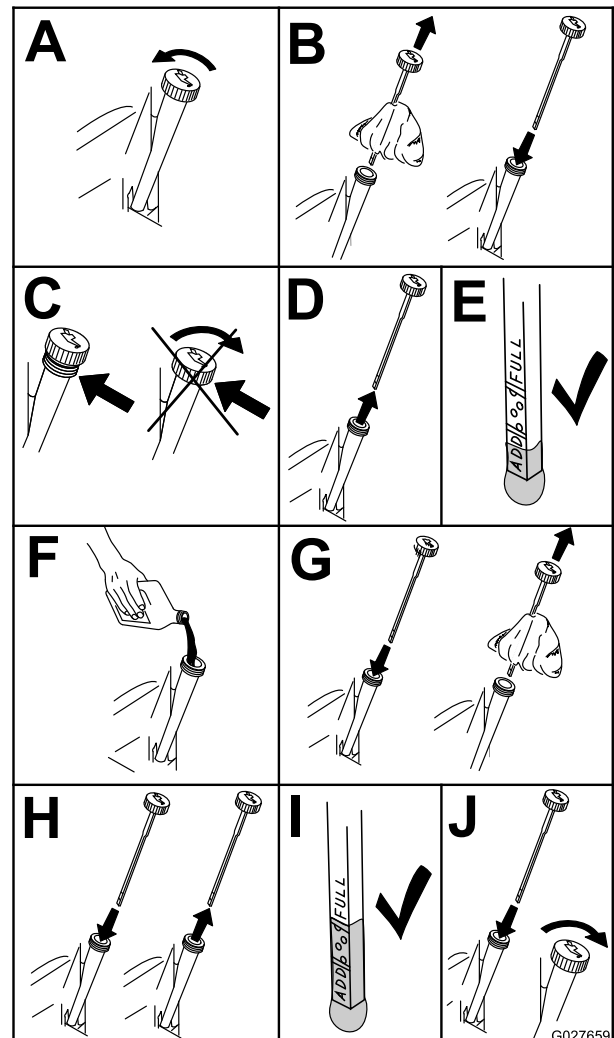

Figure 49
2. Avant de quitter la position d'utilisation, coupez le moteur, enlevez la clé de contact et attendez l'arrêt complet de toutes les pièces mobiles (Figure 49).